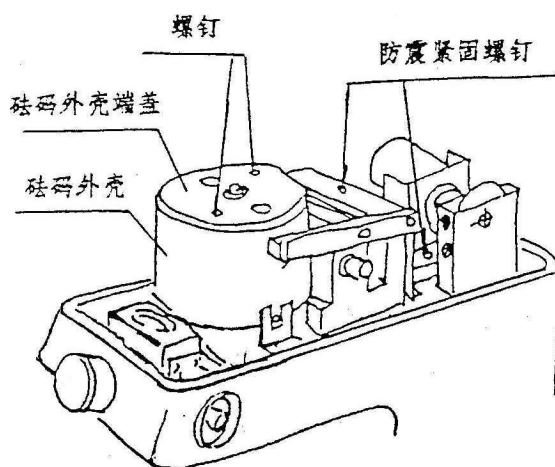

图 2
卸去上盖 (10)，旋去 2个防震紧固螺钉 (图 2)
旋去砝码外壳上的螺钉 (图 2), 卸去端盖, 将砝码轴和砝码从附件箱中取出, 将六只砝码从小到大套装在砝码轴上。安装时应先擦净砝码轴和砝码, 不能使其沾上污物。